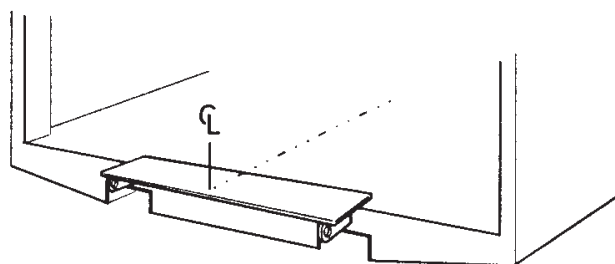

Bild 19. Skruva eller punktsvetsa monteringsjiggen vid bakbalken
2. Skruva eller punktsvetsa monteringsjiggen vid bakbalken, så att resp. mittpunkt sammanfaller. Se Bild 19. Art. nr. 72650TL för ZHD 3000